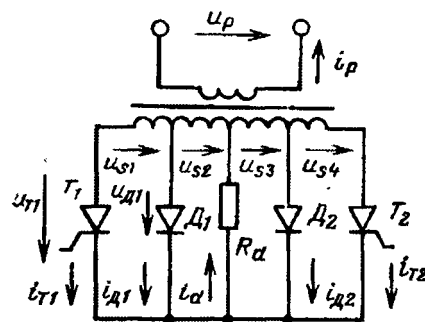

Рис. 5. Тиристорно-диодный преобразователь
5. Для схемы преобразователя, показанной на рис. 5, определите среднее значение выпрямленного тока и действующее значение тока сетевой обмотки трансформатора, постройте кривые обратных напряжений на диоде D_1 и тиристоре T_1 . Дано: $U_p = 100$ В,